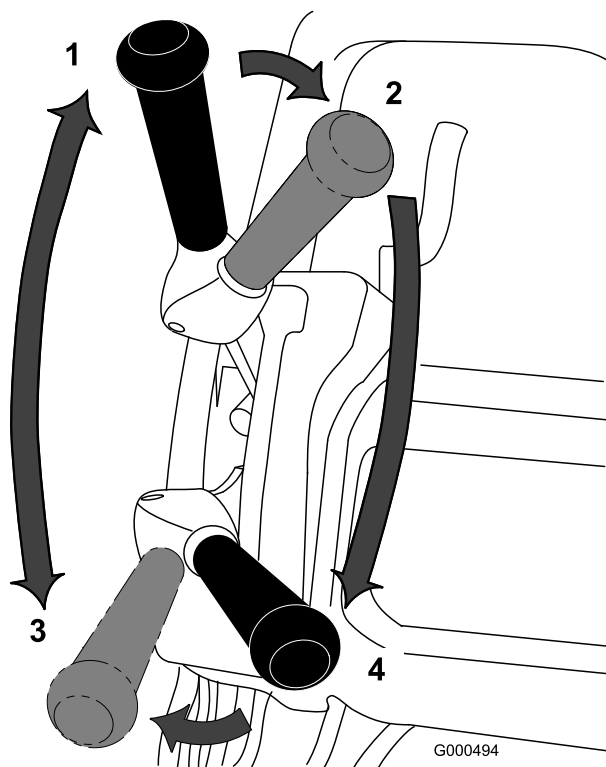

Figure 26
1. Mettez le moteur en marche, amenez la commande d'accélérateur en position de bas régime, appuyez sur le guidon pour relever le plateau de coupe, appuyez sur la commande de présence de l'utilisateur, amenez le levier de commande de déplacement en position engagée et transportez la machine à la lisière du green (Figure 26).
2. Placez le levier de commande de déplacement en position désengagée et engagez le levier de commande du cylindre (Figure 26).
3. Placez le levier de commande de déplacement en position désengagée, augmentez le régime moteur jusqu'à ce que la machine se déplace à la vitesse voulue, puis conduisez la machine jusqu'au green, abaissez l'avant de la machine et commencez à travailler (Figure 26).